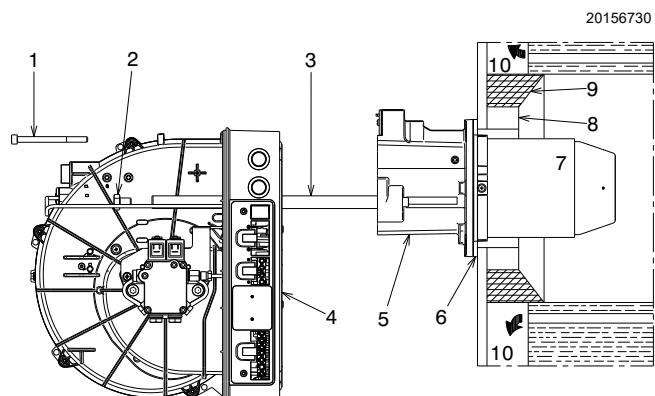

Fig. 10
- fissare il gruppo 5) e 7)(Fig. 10) alla piastra della caldaia interponendo lo schermo isolante 6)(Fig. 10) dato a corredo.
- Qualora fosse necessario sostituire l'ugello quando il bruciatore è già applicato alla caldaia, aprire il bruciatore sulle guide come in Fig. 10 a pag. 14 e procedere come sopra descritto.
- A questo punto dell'installazione, boccaglio e manicotto sono fissati alla caldaia come in fig.10 pag.15. E' quindi agevole la regolazione della testa di combustione che dipende unicamente dalla portata del bruciatore, cioè dalla portata dell'ugello scelto in Tab. F a pag. 15.